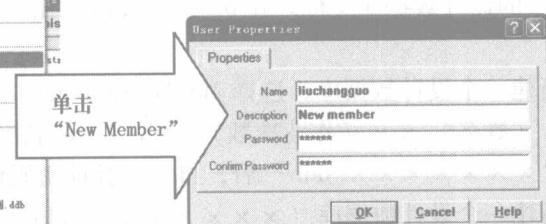

图 1-16 “User Properties”对话框
- (5) 弹出“User Properties”对话框，在“Name”中输入成员的名称描述“liuchangguo”，然后在“Password”和“Confirm Password”选项中均输入密码“123456”，如图1-16所示。
- (6) 单击“OK”按钮。操作完成后，新成员将出现在成员列表中。